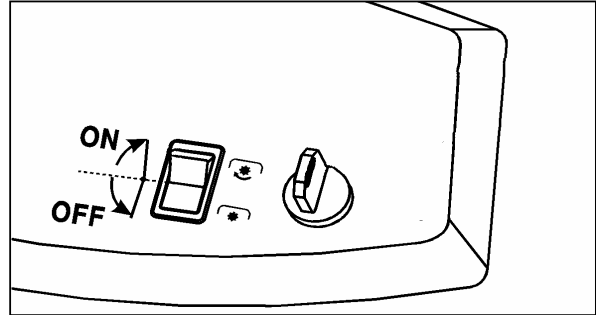

Fig. 12
Pour embrayer, vous descendez le levier et vous le placez sur la position ON: il met en route la coupe et il entraîne les courroies des lames. (fig. 12)
- Vérifier si la coupe se trouve dans la position OFF (Fig. 12).